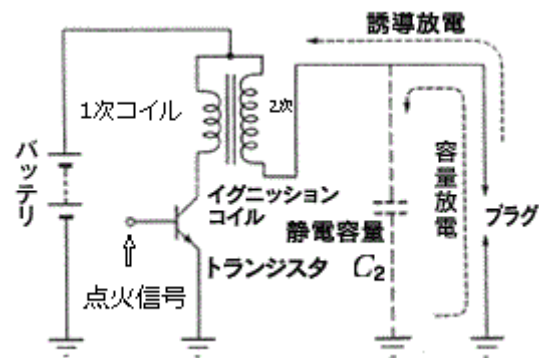

図 6.1 イグニッションコイルの内部構造
①BTDC・・・上死点前のこと．エンジンのピストンが上死点に達する前の角度のことである．回転数が早くなるにつれ点火時期は早めなければならないとポンピングロス(圧力損失)を生んでしまうため，上死点前になる前に点火信号を出さなければならない．プログラム中ではロータリエンコーダの A 相をカウントし CCPR2 に設定したカウント上限値に達したら，点火信号が送られるという仕組みになっている．
②ドエル角・・・点火毎の点火エネルギーを十分に確保させるために設ける為の時間．時間を設けるとことはクランク角が進むことと同義のため，角度で表す必要がある．ドエル角は通常「通電角」とも呼ばれ，ドエル角を大きく取ると点火エネルギーを大きくすることができる．点火する時にはイグニッションコイルを用いている．イグニッションコイルの内部構造を図 6.1 に示す．
図 6.1.に示すようにイグニッションコイルの内部には1次コイルと2次コイルが巻かれている．バッテリーから常に12Vをかけてはいるが，点火信号が送られていないため1次コイルに電流は流れていない．点火信号が送られてくるとトランジスタに電流が流れスイッチング動作を起こし1次コイルに12VとGNDがつながるため，電流が流れるようになる．イグニッションコイルは，1次コイルに通電している電流を切ると2次コイルに誘導起電力が生じ2次コイル側に電流が流れる仕組みになっている．この1次コイルに電流を流している時間のことをドエル角という．ドエル角の動作モデル図を図 6.2 に示す．